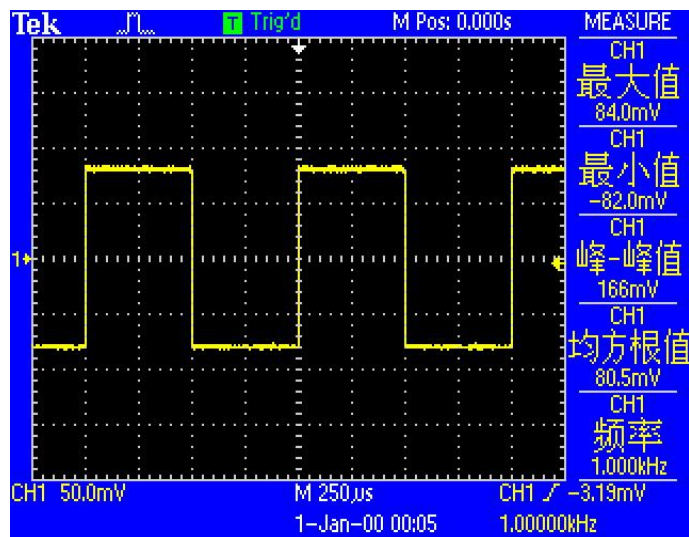

图 96. 待测信号参数图
3. 打开函数信号发生器电源，将参数设置为“波形：方波”、“幅值：100 mVpp”、“频率：1 kHz”，待测信号参数如图 96 所示：